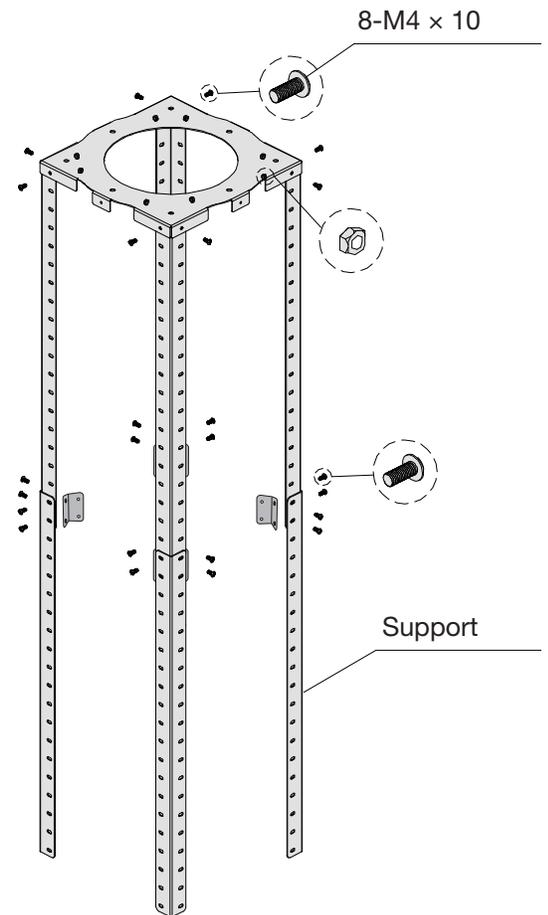

Figure 2
- Régler à la bonne hauteur et fixer les supports de fixation à la charpente suspendue. (Voir la figure 2.)